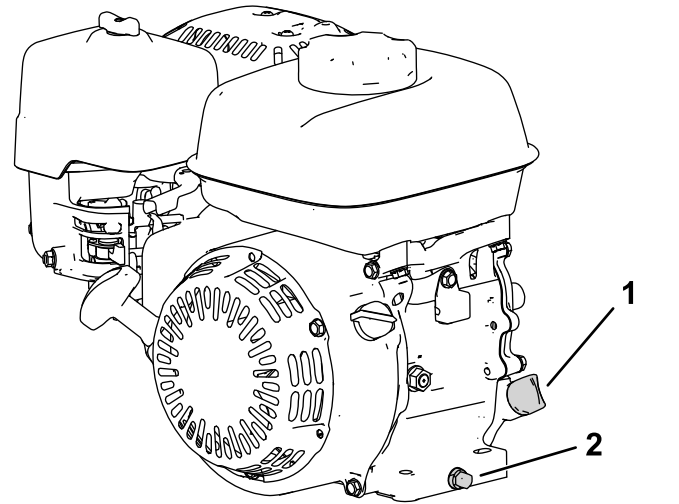

Bild 27
2. Stellen Sie die Maschine so, dass der Motor eben steht, und reinigen Sie dann den Bereich um das Ölfüllrohr (Bild 27).
- Entfernen Sie die Ablassschraube, die Unterlegscheibe und den Peilstab (Bild 27).